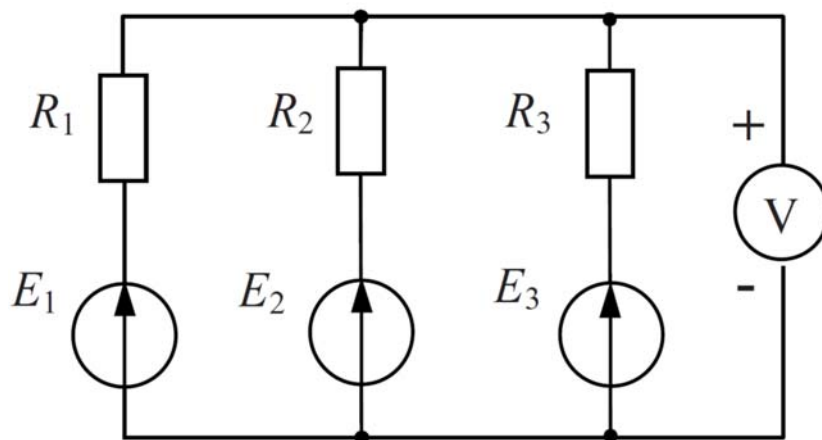

Рис. 14
2.4 Определить показание вольтметра схемы, изображенной на рис. 14, если $E_1 = 80\text{ В}$, $R_1 = R_3 = 4\text{ кОм}$, $E_2 = 30\text{ В}$, $R_2 = 2\text{ кОм}$, $E_3 = 30\text{ В}$.